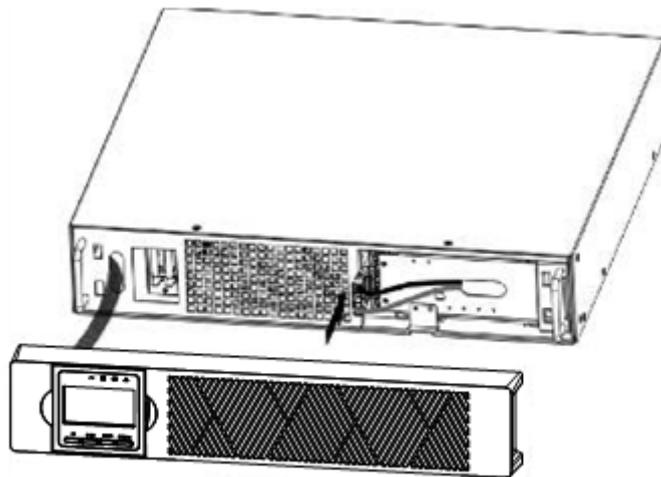

Figura 2: Conexión de las baterías internas del SAI
- b) Conecte el conector de la batería interna (Ver Figura 2).